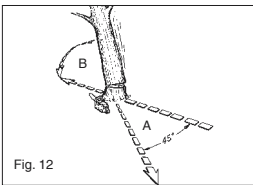

Fig. 12
**! ADVARSEL:** V er sikker p  at De har mulighed for at komme v k n r tr et f lder. Fig. 12.
**ADVARSEL:** N r tr et begynder at bev ge sig. Sluk for saven, g  bort af den rute De har planlagt (Fig. 12).